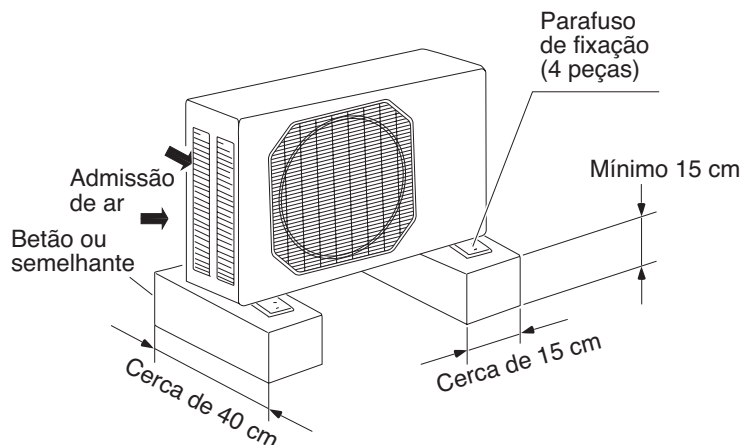

Fig. 5c
- Monte uma base maciça (uma placa nivelada de betão, bloco de betão, vigas de 15 × 40 cm ou semelhante) a um mínimo de 15 cm acima do nível do solo para reduzir a humidade e proteger a unidade contra possíveis danos - causados por água e uma redução na duração ao serviço. (Fig. 5c)